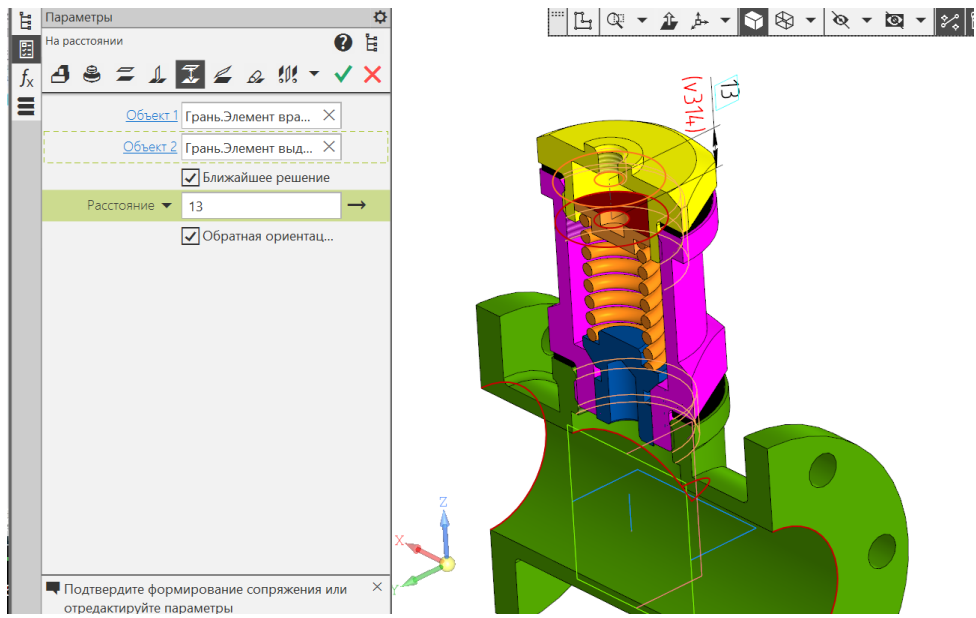

Рис. 30 Сопряжение «На расстоянии»
- **Сборка – Размещение компонентов – Сопряжения – На расстоянии** (рис. 30): Объект 2 (Тарель) – Грань. Элемент вращения: 1. Объект 1 (Стакан) – Грань. Элемент вращения: 2. Расстояние – 13 мм.